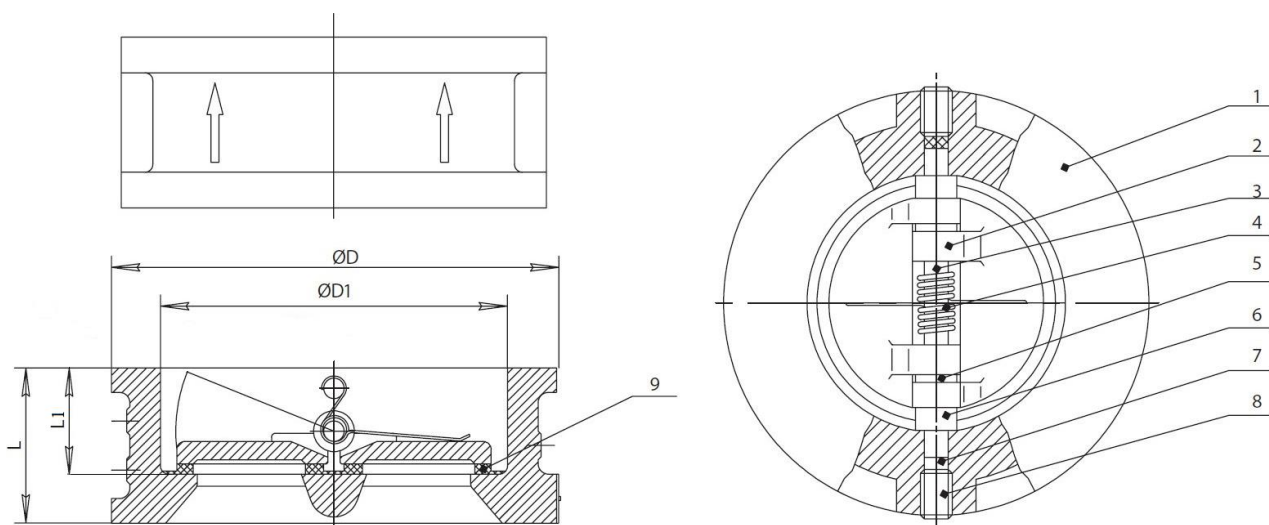

Рисунок 1. Конструкция клапана
- 1.2.7. Основные размеры и массогабаритные характеристики приведены на рис. 1, в табл. 2.
- 1.3.1. Основные элементы конструкции клапана приведены в табл.1, на рис.1.
- 1.3.2. Под действием прямого потока рабочей среды створки 2 перемещаются по оси 3 и открывают клапан. При отсутствии прямого потока рабочей среды под действием пружины 4 и собственного веса створки 2 перекрывают движение обратного потока среды (рис. 1).